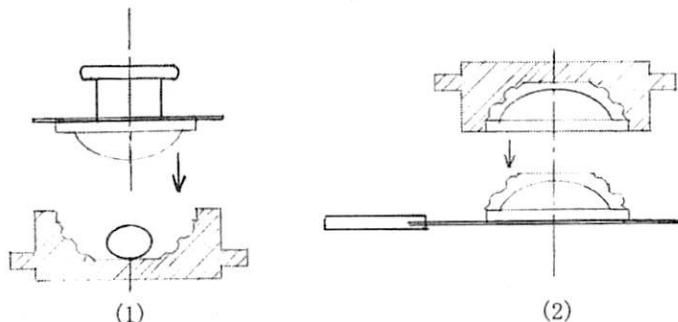

図1 プレスガラス製法で器物を作る方法
上の図1の (1) と (2) は、プレスガラス製法の概略を示しています。
- (3) 棒に巻き取っておいたガラス素地から、適量を金型の中心部に落とします。金型は適温に焼かれています。上からプレス成形用の金型を押し込むと、ガラス素地は上下の金型に沿って一定の厚さになりますが、同時にガラスの内側はプレス成形用金型の形にならって滑らかな表面になります。外表面は金型に刻んだ模様が浮き出ることになります。ここで金型は冷却されます。
- (4) 冷えた金型の上下を反転させて、製品をトレーに落とし、模様の刻まれた金型を空にします。